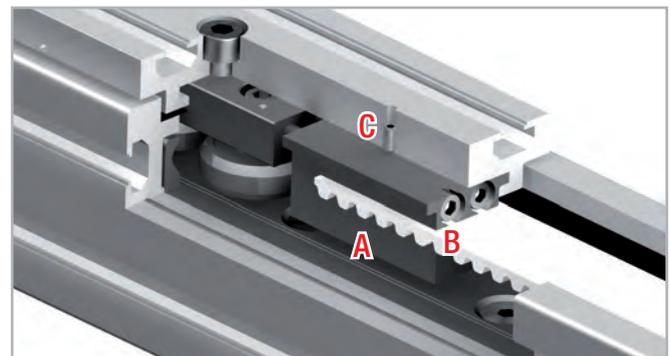

Fig. 15
1. Desserrez les vis de blocage C (en haut sur le chariot) du dispositif de serrage de la courroie A (voir fig. 15).